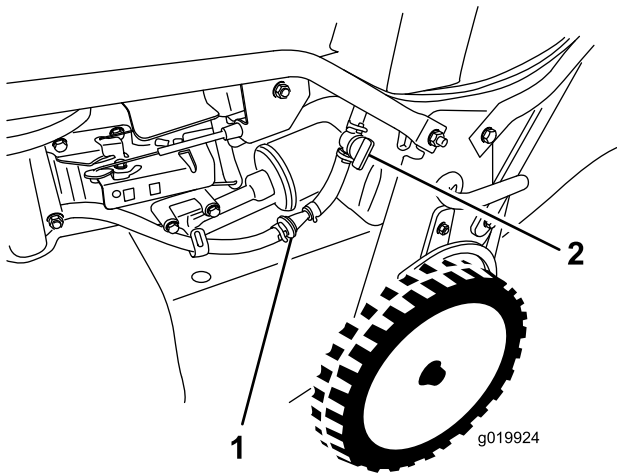

Figura 31
3. Cierre la válvula de cierre de combustible (Figura 31).
4. Retire el filtro de combustible (Figura 31) del tubo de combustible aflojando las abrazaderas de cada lado del filtro de combustible.